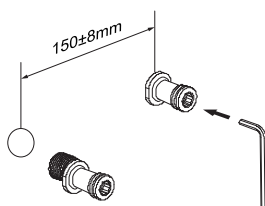

Figura 2
b) Envuelva la cinta de teflón en sentido contrario a las agujas del reloj en la rosca del extremo G1/2 del conector curvo (11), conéctelos a las salidas de agua caliente y fría con una llave. Deje una profundidad adecuada fuera de la pared y ajuste la distancia entre los 2 conectores según la anchura de la entrada en la barra de ducha termostática (Figura 2).